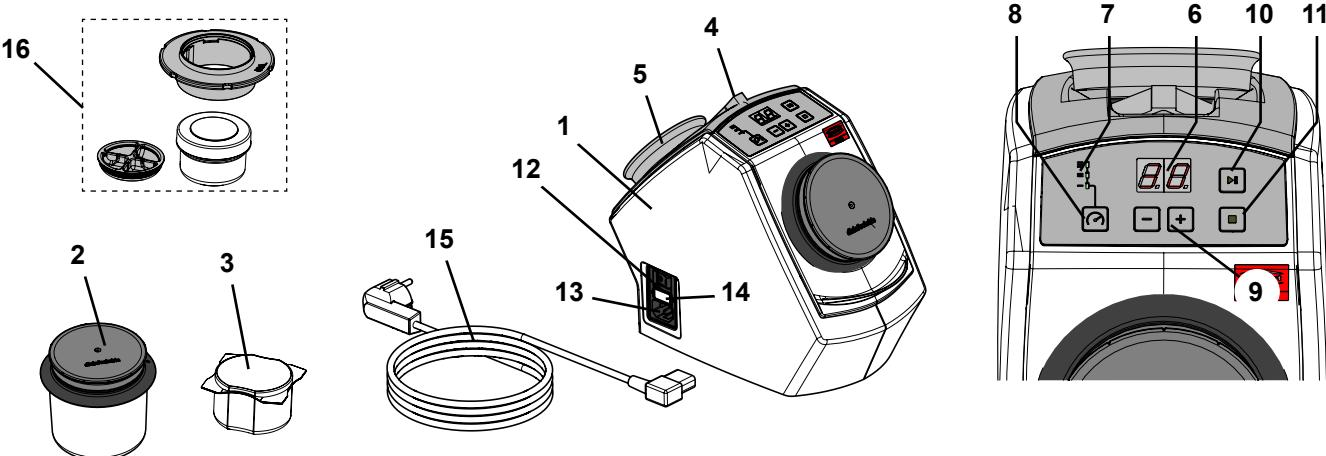

Fig. 1
- ▶ Il magnete di ritegno (Fig. 1, Pos. 5) contiene piombo
- ⇒ Collegare la pinzetta e il magnete di ritegno inclusi nella confezione nei supporti sul retro dell'apparecchio (Fig. 1).
- ⇒ Scegliere il cavo di rete (15, Fig. 1) dotato della presa di rete adatta al vostro paese.
- ⇒ Collegare il cavo di alimentazione (13, Fig. 1) alla presa.
- ⇒ Accendere l'apparecchio tramite l'interruttore di rete (12, Fig. 1).
- ⇒ Riempire la tazza di pulizia (2, Fig. 1) con 75 g di aghi di pulizia (il corrispondente di una confezione).
- ⇒ Riempire il mini-recipiente SYMPRO (accessori) (16, Fig. 1) con ~ 5 g di aghi di pulizia.